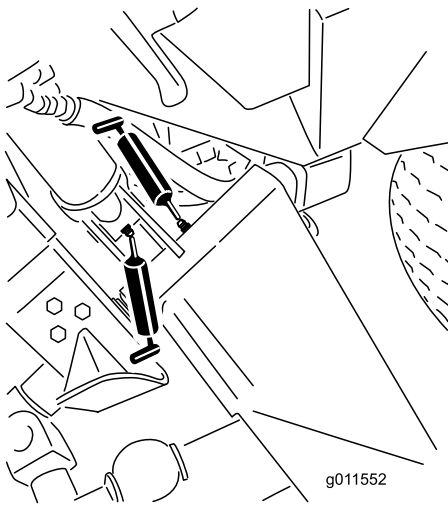
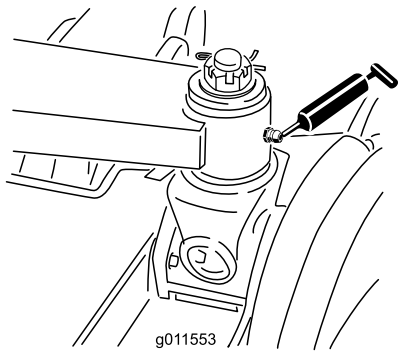

Figura 67
Figura 68
- Seis casquilhos do braço de elevação principal (Figura 67 e Figura 68)